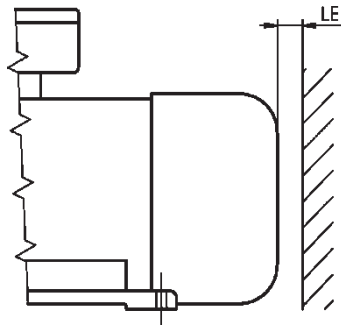

Figure 2: Distance minimum entre obstacle et ouverture d'entrée d'air
Veillez à ce que l'entrée et la sortie d'air de la manche d'air ne soient pas bouchée. Au cas contraire, la température risque de dépasser la classe de température admise ce qui provoque une réduction de la durée de vie de l'isolation des enroulements (→ Figure 2 et → Tableau 2).
Tableau 2: Distance minimum (LE) d'un obstacle par rapport à l'ouverture d'entrée d'air, → Figure 2